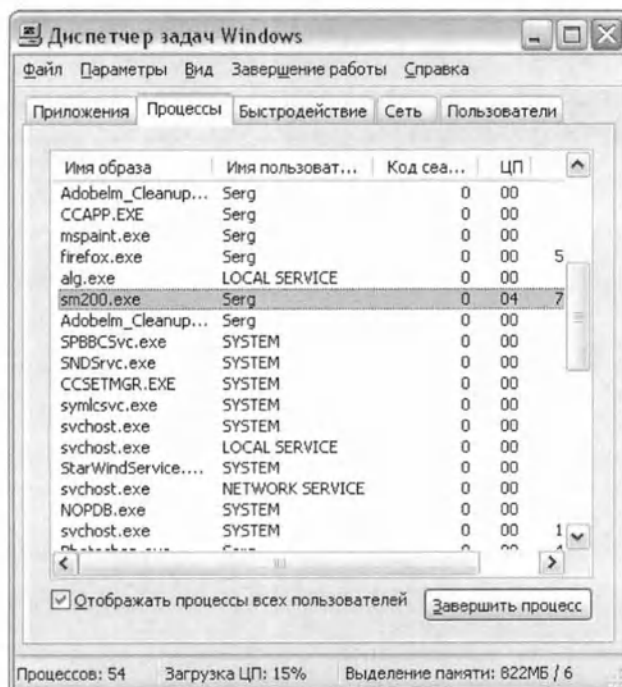

Рис. 5.2 Диспетчер задач Windows
- вызвать «Диспетчер задач Windows» (рис. 5.2), нажав на клавиатуре сочетание клавиш Ctrl+Alt+Del;